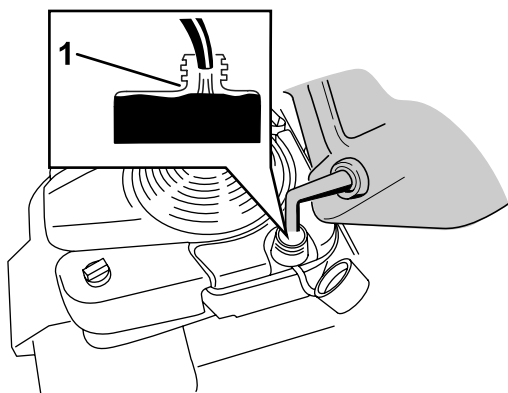

Рисунок 12
1. Очистите область вокруг крышки топливного бака и снимите ее (Рисунок 12).